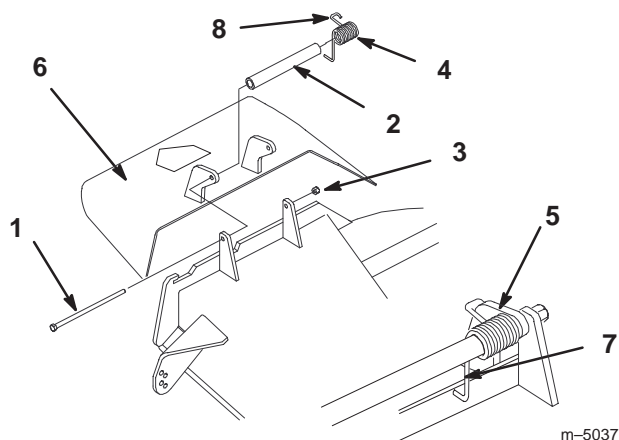

Figure 73
1. Retirez le contre-écrou, le boulon, le ressort et l'entretoise qui fixent le déflecteur aux supports de pivot (Fig. 73). Enlevez le déflecteur s'il est endommagé ou usé.
Note: prenez soin de placer l'extrémité en **L** du ressort derrière le bord du plateau avant de mettre le boulon en place, comme indiqué à la Figure 73.
3. Remettez le boulon et l'écrou. Accrochez l'extrémité crochue en **J** du ressort au déflecteur d'herbe (Fig. 73).